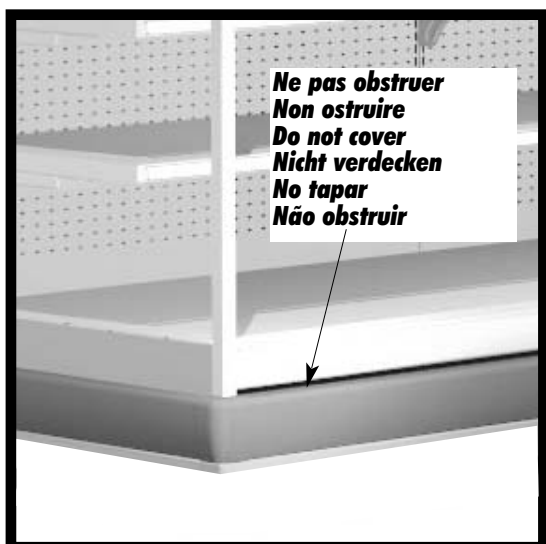

fig. 9
- ne pas obstruer les ouvertures qui garantissent le flux correct de l'air réfrigéré (voir fig. 9 à page 6).